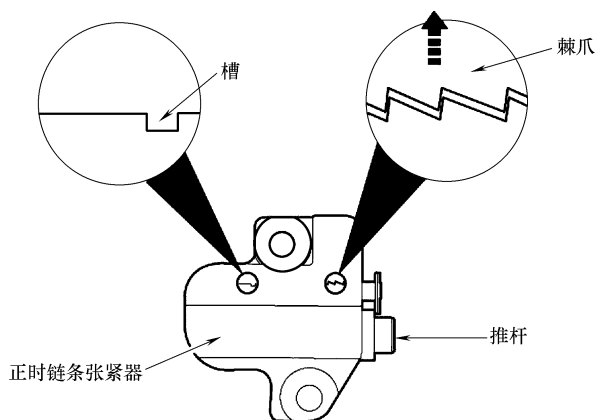

图 19-32 设置正时链条张紧器
- 7) 抬起正时链条张紧器上的棘爪，压下正时链条张紧器推杆，如图 19-32 所示，将限位销插入槽中。